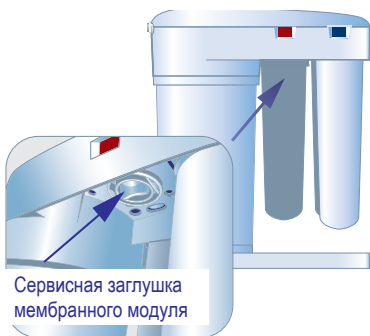

Рис. 8
- Установите вместо сменного мембранного модуля сервисную заглушку рис. 8.